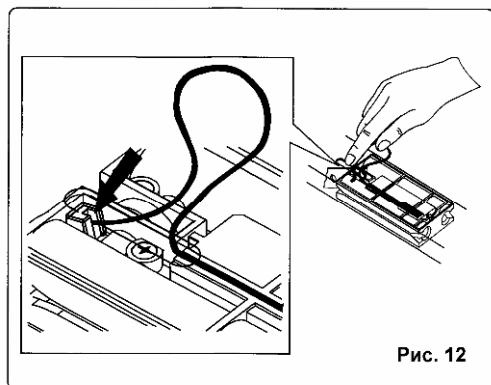

Рис. 12
- Переместите каретку вплотную к редуктору и проложите тросик вдоль каретки и закрепите его как показано на рис. 12